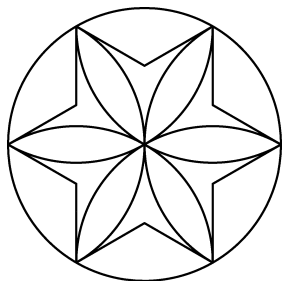

图 3-24 绘制徽章
本章的典型实例通过绘制如图 3-24 所示的徽章, 练习多边形、圆、圆弧和圆环等对象的绘制方法。
7) 使用同样的方法, 绘制其他圆弧, 最终效果如图 3-24 所示。